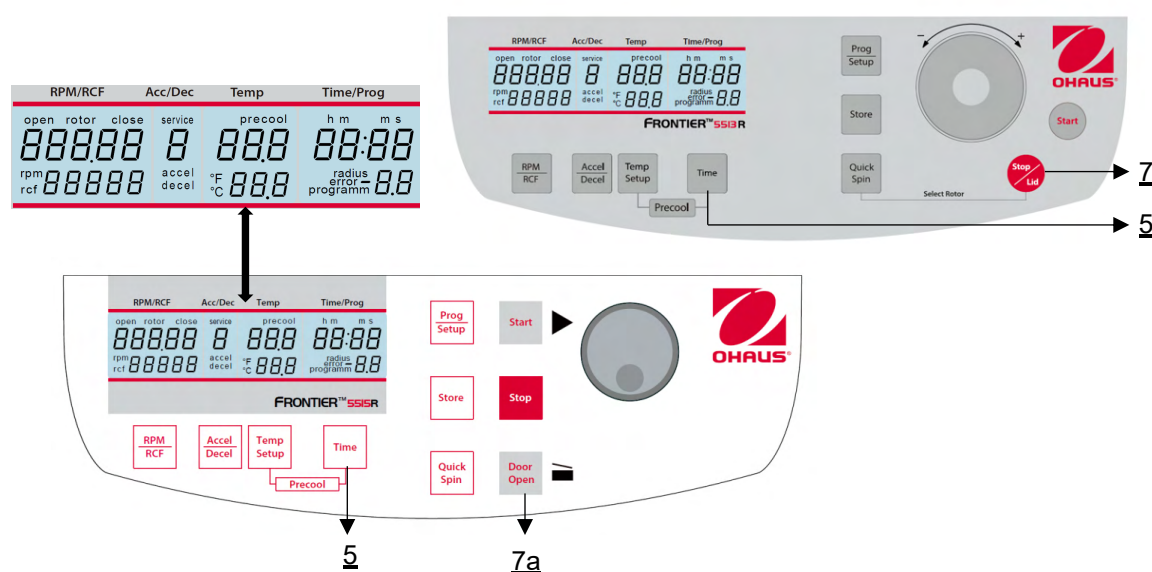

Figure 25
Ouvrir le couvercle de la centrifugeuse et couper l'interrupteur principal. Rallumez ensuite l'interrupteur principal. Pendant environ 3 secondes, le nom du modèle s'affiche à l'écran ainsi que la version actuelle du logiciel. Pendant ce temps, appuyez simultanément sur les touches **"Time"** (5) et **"Stop/Lid"** (7). Un test d'affichage est alors effectué pendant environ 3 secondes. Tous les indicateurs s'affichent en même temps (voir figure 25).